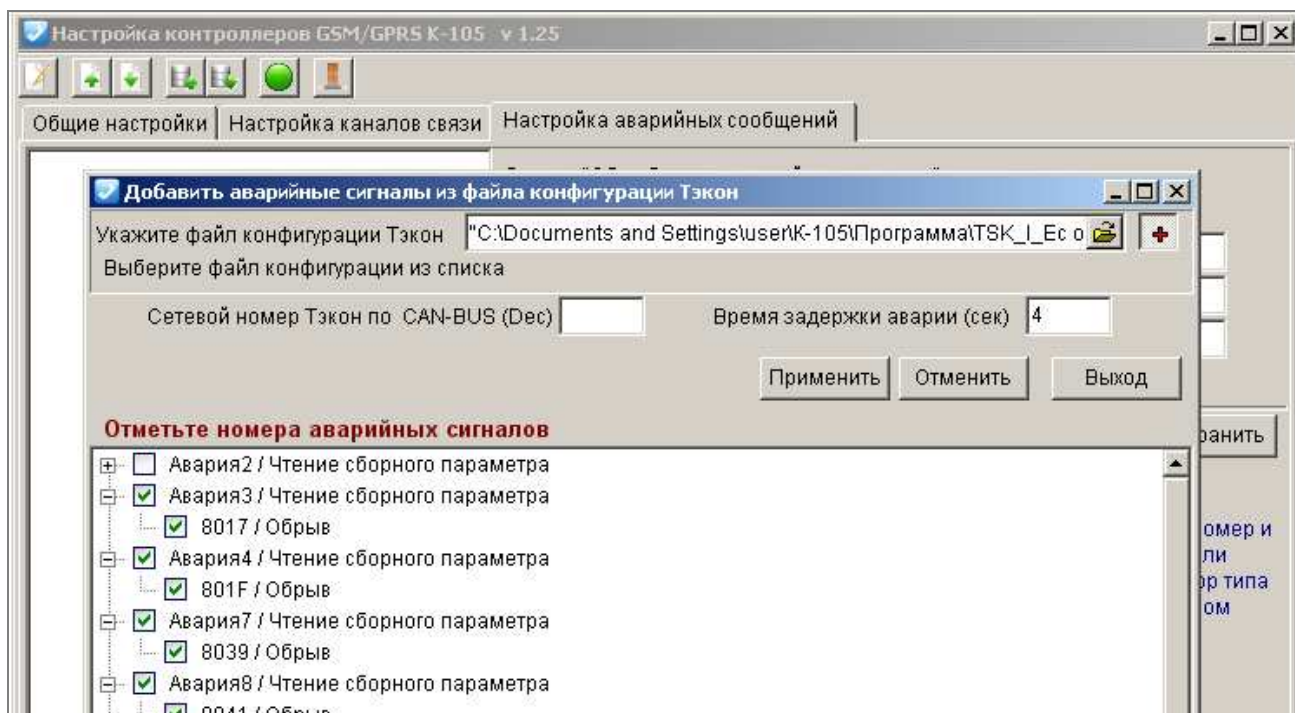

Рисунок 35. Выбор аварийных сигналов
- установите флажки в строках тех параметров, которые необходимо назначить для формирования аварийных сообщений (Рисунок 35);